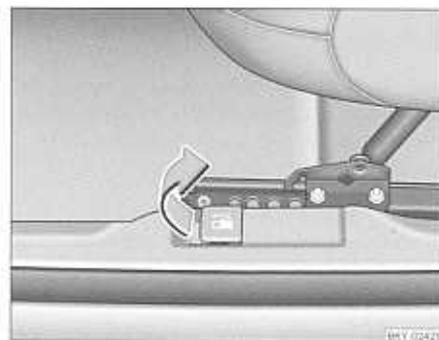

Fig. 121 Palanca para apertura de la tapa del depósito
- La tapa del depósito se abre tirando de la palanca de accionamiento* junto al asiento del conductor ⇒ página 175, fig. 121 o abatiendo en la boca de llenado de combustible.
- Desenroscar el tapón del depósito girándolo hacia la izquierda y colocarlo por arriba en la tapa del depósito ⇒ página 175, fig. 121.